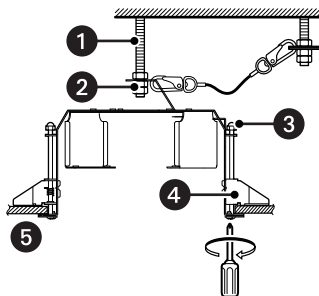

Рис. 24. Закрепление монтажного кронштейна на потолке
При повороте винтов крепления к потолочной плите против часовой стрелки монтажный кронштейн закрепляется за счет затягивания потолочной плиты между нижней частью монтажного кронштейна и креплениями потолочной плиты (см. рис. 24). Рекомендуемый момент затяжки составляет 0,78 Н м (0,58 фунт-силы фут).
- ❶ Первый фундаментный болт
- ❷ Сдвоенные шайбы
- ❸ Болт крепления к потолочной плите
- ❹ Кронштейн потолочной плиты
- ❺ Потолочная плита
7. Для закрепления монтажного кронштейна на первом фундаментном болте применяйте сдвоенные шайбы (не входят в комплект) (см. рис. 24).